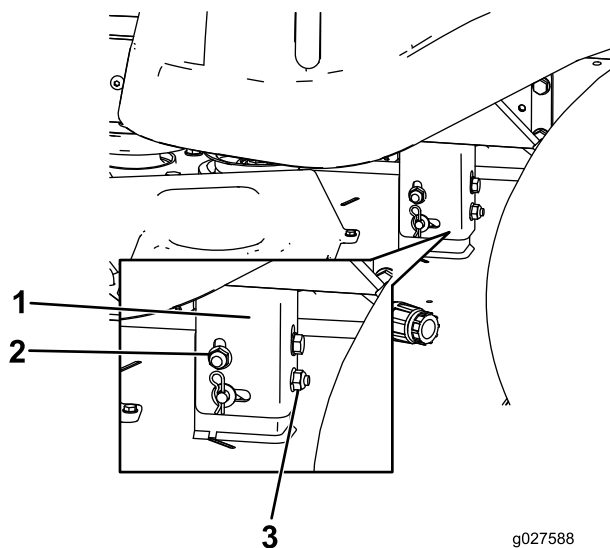

Figura 71
- Eleve ou desça o lado esquerdo da plataforma do cortador rodando a porca traseira (Figura 71).
contrário ao dos ponteiros do relógio para descer a plataforma do cortador (Figura 71).